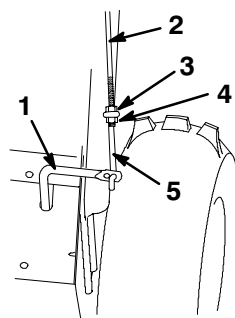

Figure 11
1. Vissez un écrou à embase (embase vers le bas) sur la tige de commande supérieure située sur le mancheron droit (Fig. 11).
2. Passez la tringle inférieure dans le trou extérieur de la tige de commande inférieure (Fig. 11).
3. Insérez la tige de commande supérieure dans la boucle de la tringle inférieure (Fig. 11).
4. Vissez un contre-écrou à embase (embase vers le haut) sur le bas de la tige de commande supérieure, sous la boucle de la tringle inférieure (Fig. 11).
8. Serrez l'écrou à embase et le contre-écrou à embase solidement (Fig. 11).